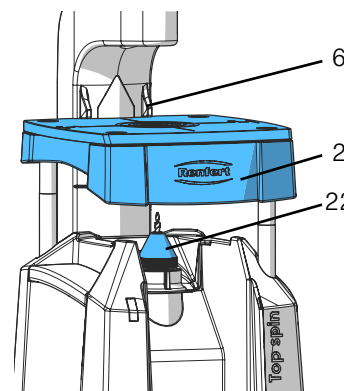

図 8
- ⇒スピンドルロック（7、図1）を押しながら、ロックされるまで、クランプナット（22、図8）を回します。